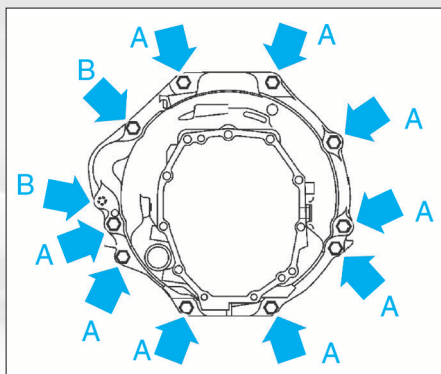

FIG. 7
- Boîte de vitesses sur moteur (fig. 7) :
- vis (A) : 7,2.
- vis (B) : 6,8.
- Déposer les vis de fixation de la boîte de vitesses sur le moteur et la sortir (fig. 7).
- serrer les vis (A) de la boîte de vitesses à 7,2 daN.m et les vis (B) à 6,8 daN.m (fig. 7).